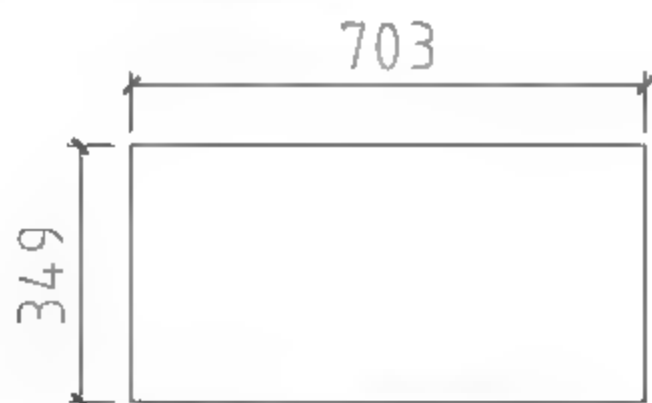

图8-138 绘制矩形
- 01 调用REC【矩形】命令，绘制尺寸为703×349的矩形，如图8-138所示。